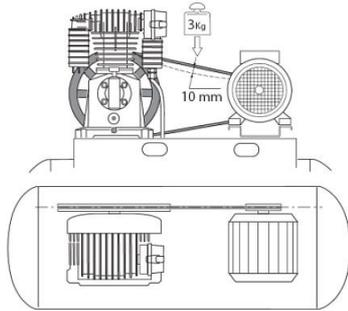

Abb. 16: Prüfen der Riemenspannung
Schritt 5: Überprüfen Sie die Riemenspannung. Der Riemen muss sich in der Mitte um ungefähr 10 mm biegen, wenn eine Belastung von 3 kg daran angebracht wird (Abb. 16). Stellen Sie die Riemenspannung gegebenenfalls nach (durch Verschieben des Motors) und achten Sie dabei darauf, dass die Riemenscheibe und das Schwungrad ordnungsgemäß gefluchtet bleiben.